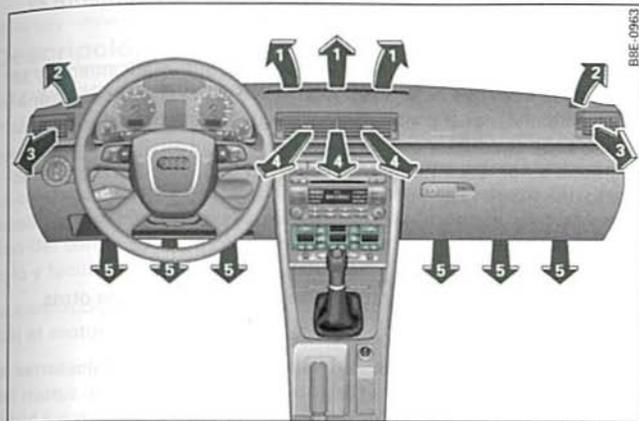

Fig. 124 Tablero de instrumentos: Disposición de los difusores de aire
Los difusores de aire ⇒ fig. 124 ③ y ④ pueden manejarse de la siguiente manera.
Las tres teclas tienen el siguiente significado. Los números hacen referencia a los difusores de aire ⇒ fig. 124.
⇒ *página 125, fig. 124.*